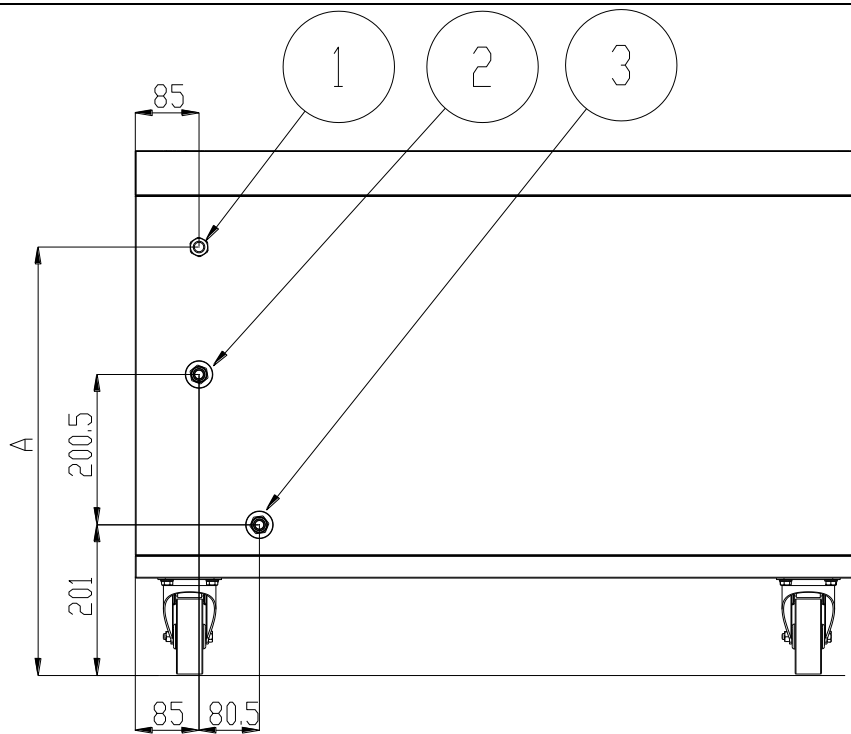

Fig.4.1 AnschluÙe-Position
Für den elektrischen Anschluss sich aufs Bild 4.1 beziehen, wo die Position des elektrischen Einlass angegeben wird (1).
Siehe Abbildung 4.1 für die genaue Position vom Wasserzu-und ausfluß.